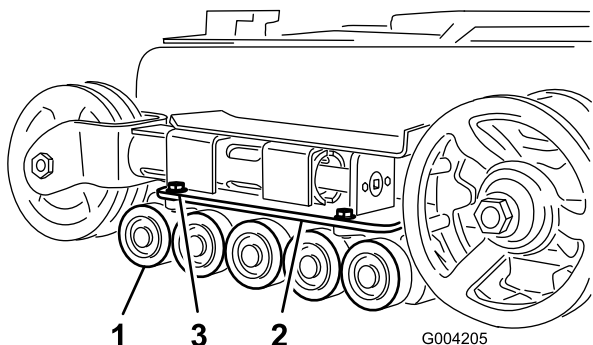

Bild 48
2. Nehmen Sie die vier Schrauben ab, mit denen jede untere Kettenführung befestigt ist, die die Straßenräder enthält, und nehmen Sie diese ab (Bild 48).